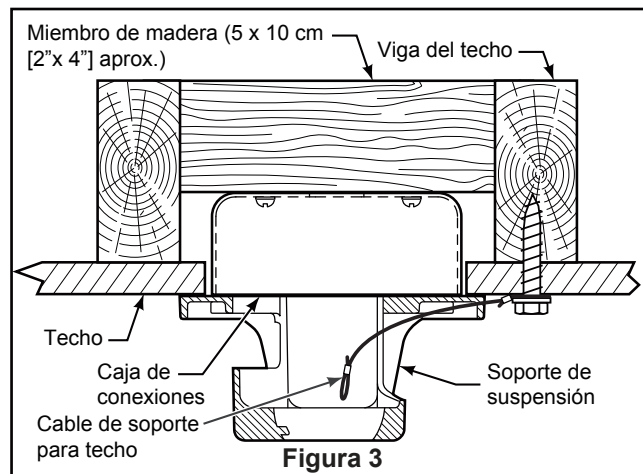

Figura 3
### Uso del soporte (Figura 3)
3. Afloje los dos tornillos de fijación del soporte del barral de soporte para techo a través de la varilla. Introduzca los cables de color marrón, azul, rojo, gris, amarillo cables y cable de seguridad a través de la varilla. (Figura 3)
1. Perfore un orificio de 1/4" en la estructura del edificio para evitar grietas con la instalación del tornillo de intervalo. Utilice el tornillo de intervalo de 3/8"x 2" y la arandela plana para fijar el cable de seguridad a la viga del techo o a la estructura de madera. Dicho tornillo pasará a través de arandela plana, la presilla del cable de seguridad y se fijará en la estructura del edificio. (Figura 3)
**NOTA:** el cable de soporte para techo no se puede asegurar solamente a la caja de conexiones; se debe asegurar directamente a la viga de techo o miembro estructural con el tornillo de cabeza cuadrada de 3/8"x2" y la arandela plana. (Figura 3)
2. Deslice el receptor en el soporte de suspensión antes de realizar el cableado como se muestra en la figura 3.
3. Instale el ensamble de la placa de iluminación en el soporte utilizando las dos ranuras principales de conexión. Vuelva a colocar el tornillo retirado previamente y asegure los tres tornillos. (Figura 3)